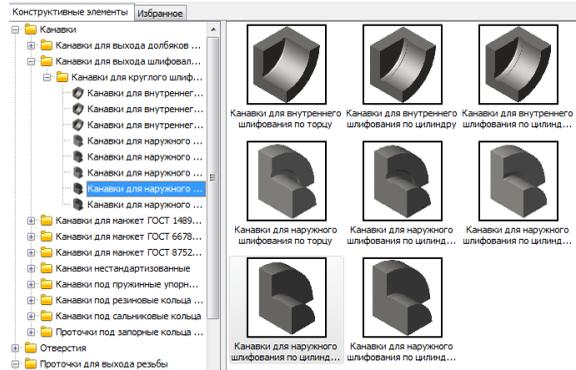

Рис. 20
10.3 Двойным щелчком выбрать папку **Канавки/ Канавки для выхода шлифовального круга ГОСТ8820-69/ Канавки для круглого шлифования/ Канавки для внутреннего шлифования по цилиндру исп 1** (см. рис. 20).